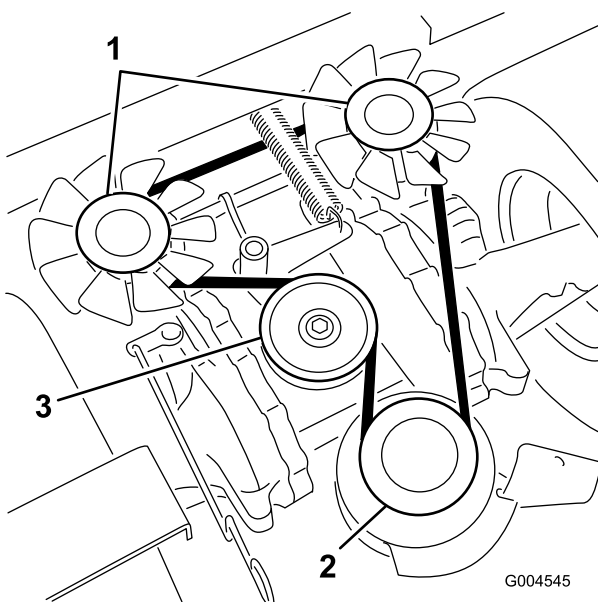

Figura 45
2. Retire el perno del tope del embrague y desconecte el cable eléctrico del embrague (Figura 45).
3. Tire de la polea tensora para aliviar la tensión de la correa en la polea tensora (Figura 45).
4. Retire la correa de transmisión de la bomba de las poleas del motor y de la bomba hidráulica (Figura 45).
5. Instale la correa nueva alrededor de las poleas del motor y de la bomba hidráulica (Figura 45).
7. Libere la presión en la polea tensora tensada con muelle (Figura 45).